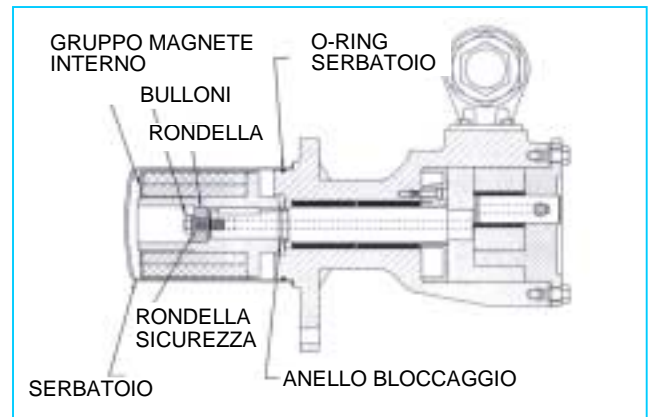

FIGURA 37
1. Controllare che sui magneti non sia rimasto attaccato alcun oggetto metallico. Rimuovere qualsiasi materiale estraneo. Mettere l'anello di bloccaggio esterno e la chiave sull'albero della pompa. Installare rondella, rondella di sicurezza e bullone per fermare il magnete (**Vedere Figura 37**). Inserire una barra di ottone attraverso una connessione, tra due denti del rotore e stringere il bullone.